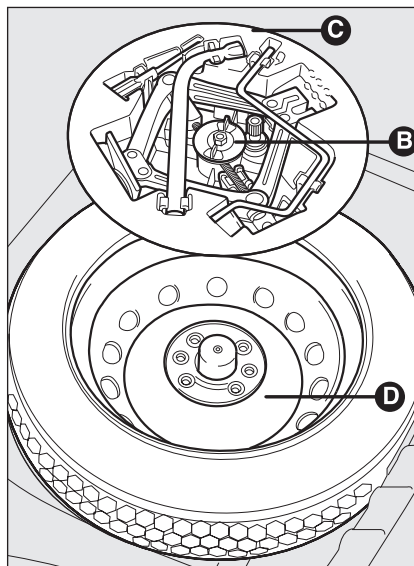

fig. 4
- ☐ afloje el cierre **B**-fig. 4;